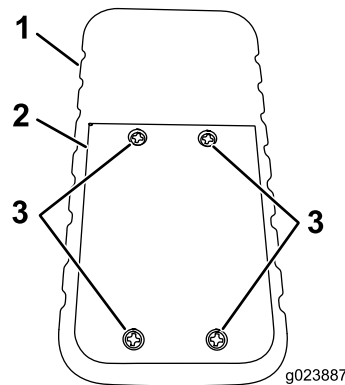

Рисунок 59
1. Ослабьте четыре винта крепления крышки отсека батарей (Рисунок 59).